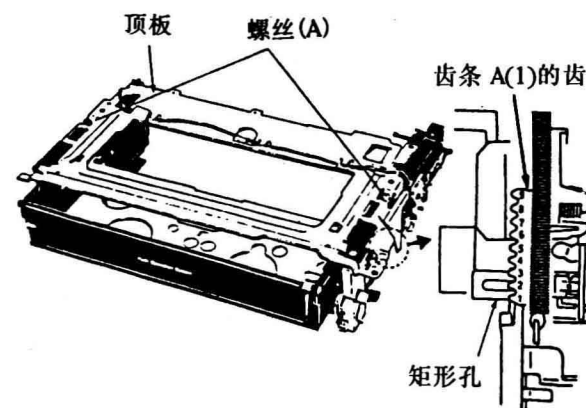
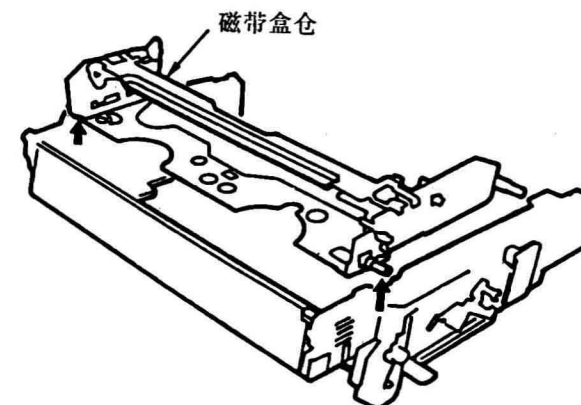

图78
图81
④移动一点磁带盒架, 使齿条A(1)齿的第2个齿尖进入矩形孔的中心, 如图78所示;
②旋下两个螺丝(A), 如图78所示;
③卸下顶板;
④取出磁带盒支架, 如图81所示;